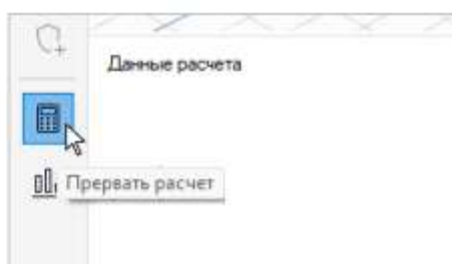

Рисунок 8.4.1
- на панели инструментов нажав кнопку **Прервать расчет** (см. Рис. 8.4.1);